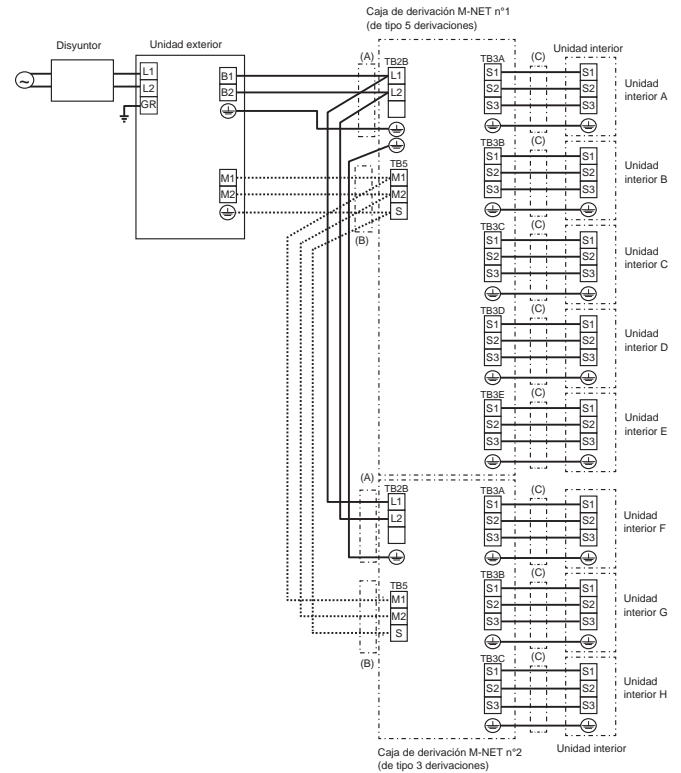

Fig. 8-9
- (2) Retire la cubierta de conducto.
- (3) Introduzca el cableado en la caja de derivación a través de la placa de conducto y fíjelo con la placa de conducto. (consulte el apartado 8.3.)
- (4) Conecte firmemente cada cable al bloque de terminales pertinente. (Fig. 8-9)
- (5) Configure el interruptor DIP. (consulte el apartado 8.5.)
- (6) Vuelva a colocar la cubierta eléctrica.
### 8.4. Procedimiento de cableado exterior (Fig. 8-9)